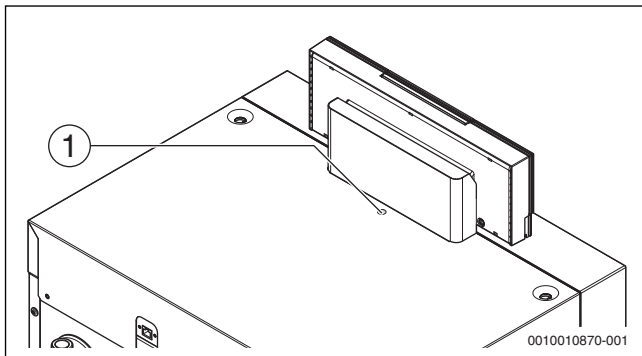

Bild 17 Befestigungsschraube der Kesselhaube
- Befestigungsschraube der Kesselhaube entfernen (→ Bild 17, [1]).
- ▶ Kesselhaube mit Befestigungsschraube sichern (→Bild 17)